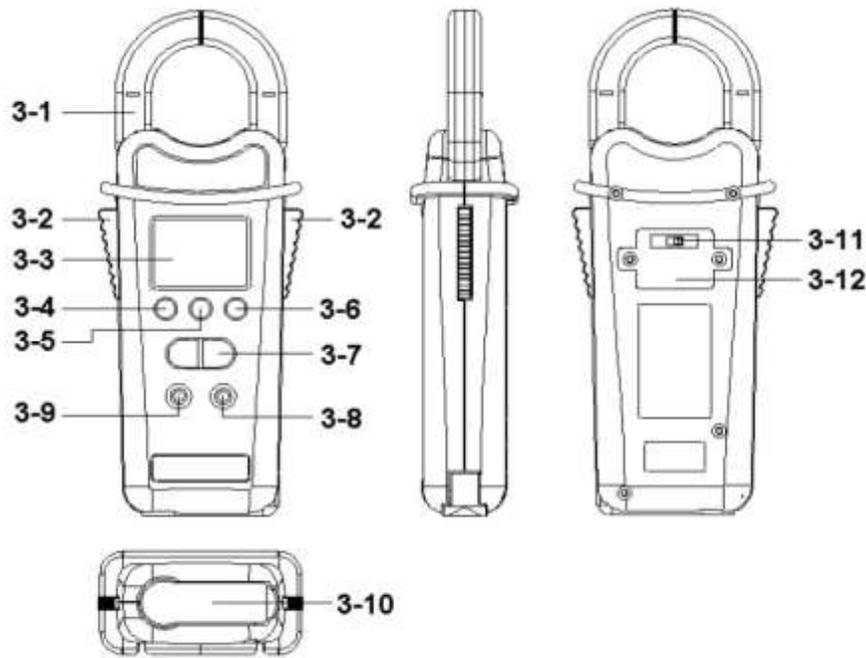

Fig. 1
1) Coloque el "Interruptor de tipo de alimentación" (3-11, Fig. 1) en la posición "G" (posición de alimentación verde).
En la parte inferior de la cubierta hay un "Asa del generador" (3-10, Fig. 1).
- 1) Instale la " batería DC3V (CR-2032) x 2 PC " en el " compartimento de la batería " (3-12, Fig. 1)
- 1) Presionando el botón "Power On" (3-4, Fig. 1) una vez, el medidor se encenderá. Presionando el botón "Power On" (3-4, Fig. 1) una vez más, el medidor se apagará.
1. Ponga el "interruptor de función" (3-7, Fig. 1) en la posición "A".
2. Encienda el medidor pulsando una vez el botón "Power On/Off" (3-4, fig. 1), la pantalla mostrará "  AC", "A" y el indicador "AUTO", ahora el medidor está bajo la medición de corriente "Auto range".
3. Pulse el "Gatillo" (3-2, fig. 1) para abrir las "Mordazas del Sensor de Corriente" (3-1, fig. 1) y sujete el conductor medido, la pantalla mostrará el valor de corriente ACA medido automáticamente (rango automático).
1. Durante la medición de corriente, si se pulsa el botón "Hold" (3-5, Fig. 1) se congelará el valor de la corriente medida. Al mismo tiempo, la pantalla mostrará "  H
- 1) Conecte el cable de prueba NEGRO en el terminal "COM" (3-9, Fig. 1).
- 2) Conecte el cable de prueba ROJO en el terminal " Ω " (3-8, Fig. 1).
- 3) Seleccione el "interruptor de función" (3-7, Fig. 1) en la posición " Ω ".
- 4) Encienda el medidor pulsando el "botón de encendido/apagado" (3-4, Fig. 1) una vez, la pantalla mostrará "SMART", el medidor está en modo "Smart" para la medición de resistencia.
- 3) Coloque el "interruptor de función" (3-7, Fig. 1) en la posición " Ω ".
- 1) Conecte el cable de prueba NEGRO en el terminal " COM " (3-9, Fig. 1).
- 3) Coloque el interruptor de función (3-7, Fig. 1) en la posición " Ω ".
- 4) Encienda el medidor pulsando el botón "Power On/Off" (3-4, Fig. 1) una vez, la pantalla mostrará "SMART", el medidor está en modo "Smart" para la medición de diodos.
- 2) Conecte el cable de prueba ROJO en el terminal "Ω" (3-8, Fig. 1).
- 3) Coloque el interruptor giratorio de función (3-7, Fig. 1) en la posición "Ω".
- 4) Encienda el medidor pulsando el botón "Power On/Off" (3-4, Fig. 1) una vez, la pantalla mostrará "SMART", el medidor está en modo "Smart" para la medición de la capacitancia.
Si pulsa el botón "Hz" (3-6, Fig. 1) una vez, la pantalla mostrará "AUTO" y el indicador "K Hz", ahora el medidor está listo para la medición de la frecuencia de la señal de medición con la indicación de rango automático. Si pulsa el botón "Hz" (3-6, Fig. 1) una vez más, liberará la función de medición de Hz y volverá a la pantalla de medición normal.
El medidor construye el apagado automático después del encendido para prolongar la vida de la batería. Después del apagado automático, pulse el botón "Power On/Off" (3-4, Fig. 1) una vez para volver a encenderlo.